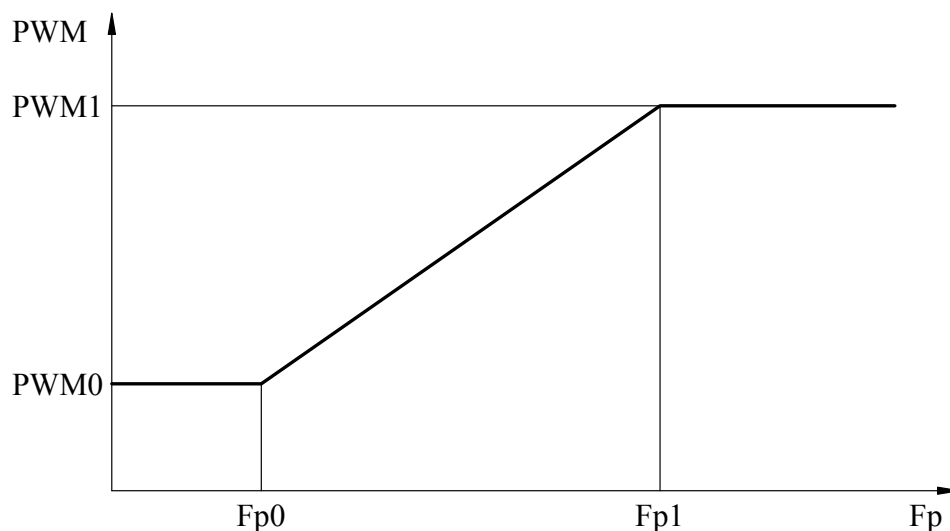

Рис. 6. Зависимость выходного относительного напряжения от частоты и табличных параметров.
3.6.7. **Тип 4** – параметры кривой выходного относительного напряжения ($PWM=f(Fp)$) (рис.6) и дополнительные параметры.